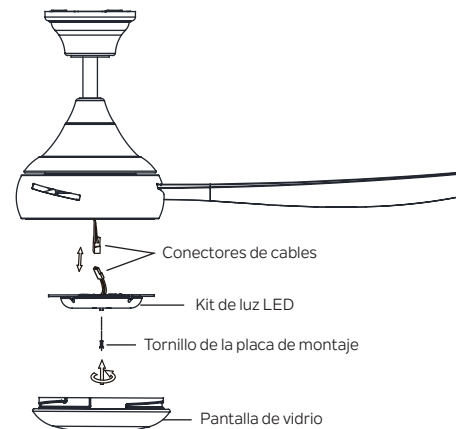

Figura 20
Paso 1. Afloje dos de los tornillos de la placa de montaje en la placa de montaje y retire y guarde el tercer tornillo de la placa de montaje. **(Figura 20)**
Paso 2. Mientras sostiene el kit de luz debajo del ventilador de techo, presione los conectores cuadrados de cables para unirlos. Uno del ventilador y otro del kit de luz. **(Figura 20)**
Vuelva a colocar el tercer tornillo de la placa de montaje que se retiró previamente y apriete los 3 tornillos de la placa de montaje para asegurarse. **(Figura 20)**
Paso 4. Levante la pantalla de vidrio hasta el ventilador, asíéntela contra la placa de montaje y gírela en el sentido de las agujas del reloj hacia la placa de montaje hasta que quede ajustada. **NO AJUSTE EN EXCESO.** **(Figura 20)**